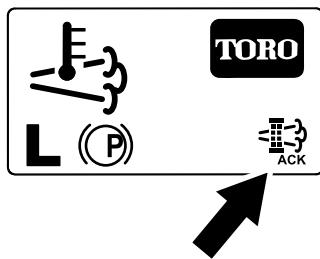

Figura 49
8. El InfoCenter muestra la página de inicio y el ícono de reconocimiento de regeneración (Figura 49) aparece en la esquina inferior derecha de la pantalla mientras se procesa la regeneración.